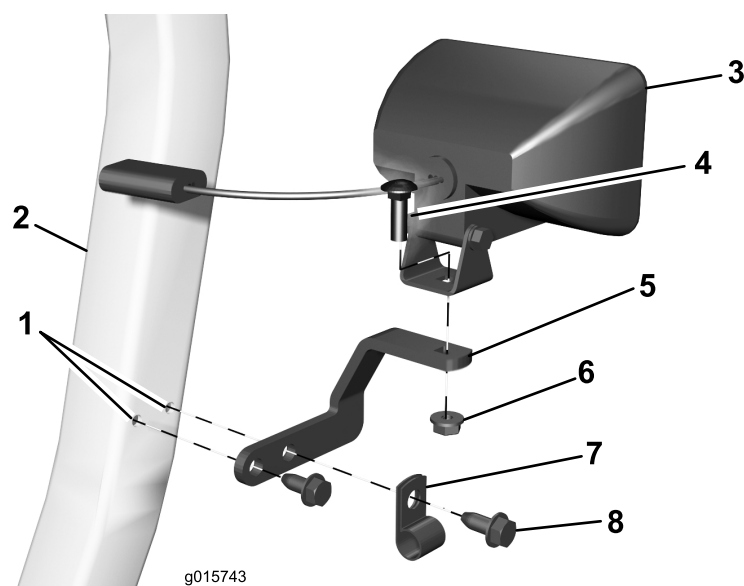

Figure 6
1. Montez le support coudé sur le ROPS, comme illustré à la Figure 6. Faites passer le faisceau de câblage dans le collier en R puis fixez le support coudé avec un collier en R et deux boulons à embase autotaraudeurs.